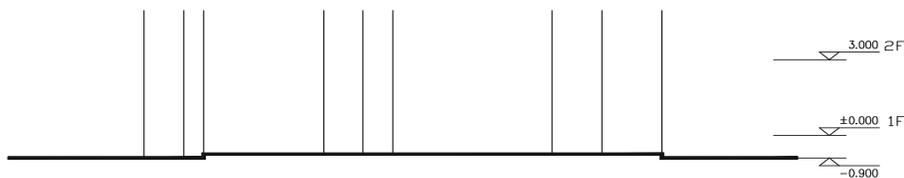

图 12-1-48
**STEP 05** 使用移动命令 MOVE 将第 (4) 步中绘制的多段线移动到如图 12-1-48 所示的位置，即多段线的下边必须和-0.900 的楼层标高线对齐，右边的折点必须靠上如图 12-1-48 所示中最右边的辅助线。